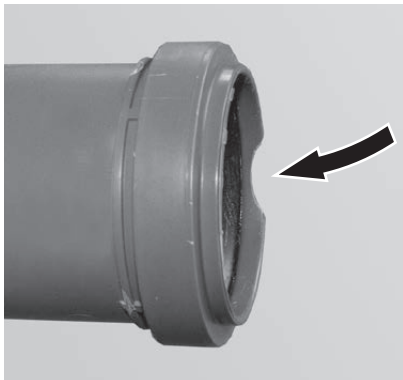
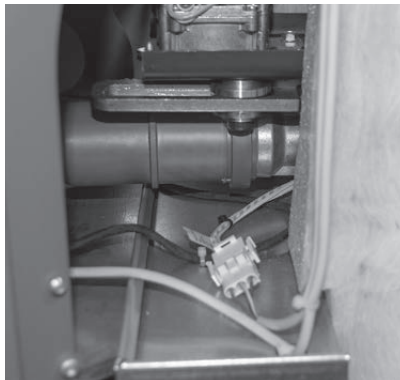

Fig. 107 Raccordo lungo con cavità posteriore
Fig. 108 Raccordo lungo inserito nel tubo di aspirazione del bruciatore.
- ▶ Inserire il raccordo lungo allegato nel tubo di aspirazione del bruciatore. La cavità deve stare nella parte posteriore – Fig. 107, Fig. 108.